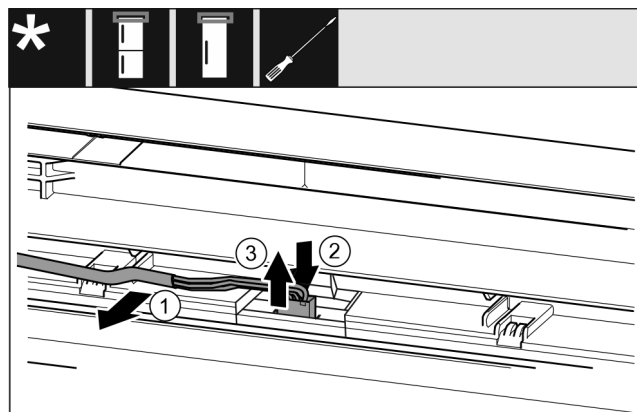

Fig. 20
- Lironi me kujdes kabllon ngjyrë gri nga udhëzuesi te dera. Fig. 20 (1)
- Shtypni për poshtë gjuhëzën prapa spinës. Fig. 20 (2)
- Nxirrni jashtë me kujdes spinën nga lart. Fig. 20 (3)